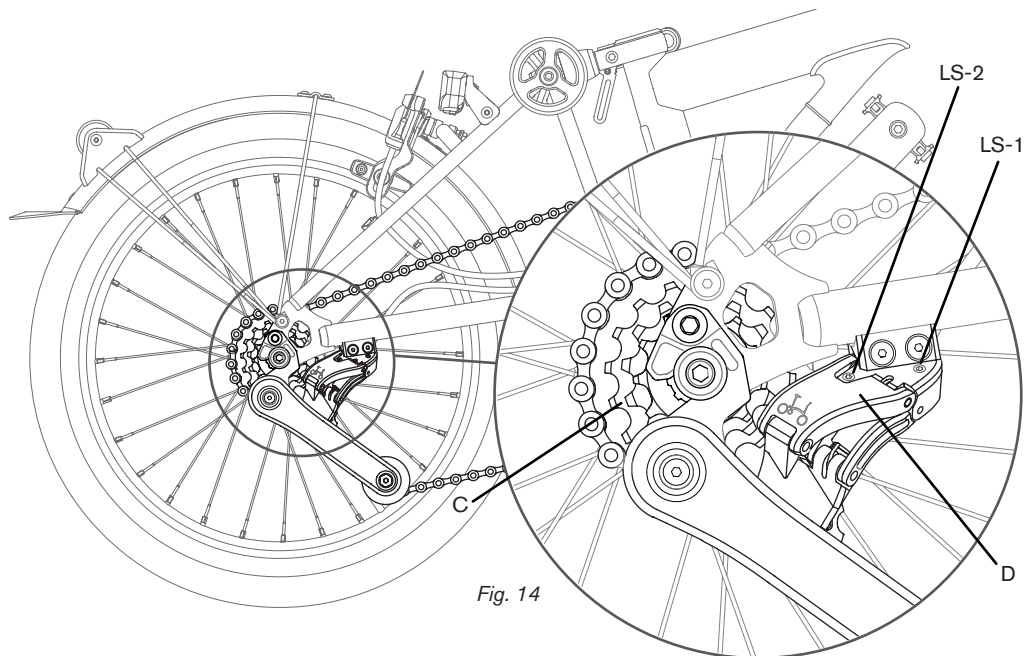

Fig. 14
LS-1 viene utilizzato per allineare la ruota dentata più grande sulla cassetta. **LS-2** è per la più piccola (fig. 14).
Spostare i binari della sella nel morsetto in modo da centrarli grossolanamente (a metà strada tra le posizioni estreme). Regolare la sella in posizione piana, in modo che la sua superficie superiore sia più o meno orizzontale tra il bordo anteriore e posteriore (fig. 14). Una volta posta la sella in posizione neutra, serrare il bullone Pentaclip a 15Nm. Provare la posizione della sella; è possibile regolarla per renderla più confortevole.
- Verificare che l'altezza della sella sia corretta alla massima estensione; è possibile apportare lievi regolazioni spostando leggermente la posizione del Pentaclip verso l'alto o verso il basso sul tubo (fig. 14). Per ulteriori informazioni, vedere <https://www.brompton.com>